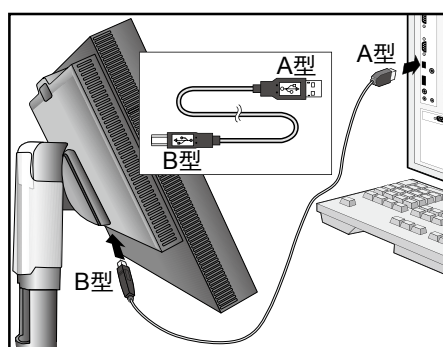

图 C.1a
4. 将所有电缆连接至相应的接口 (图 C.1)。使用 USB 电缆时, 将 B 型接口连接至显示器右后侧的 USB 上游端口并将 A 型接口连接至计算机上的下游端口 (图 C.1a)。如果使用 USB 设备的线缆, 则将其插入显示器的任一下游端口。